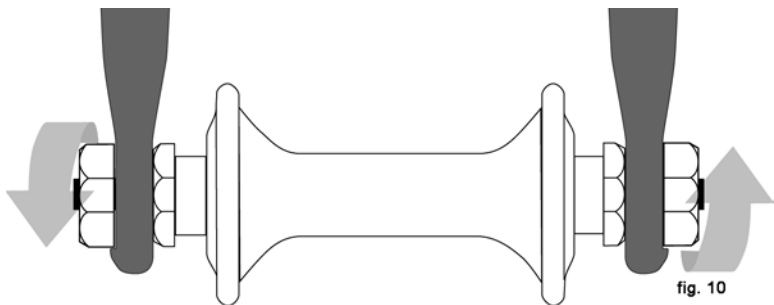

fig. 10
- Sekskantet mutter eller unbrakobolt som er festet på eller i akslingen (bolt-on hjul, fig. 10)